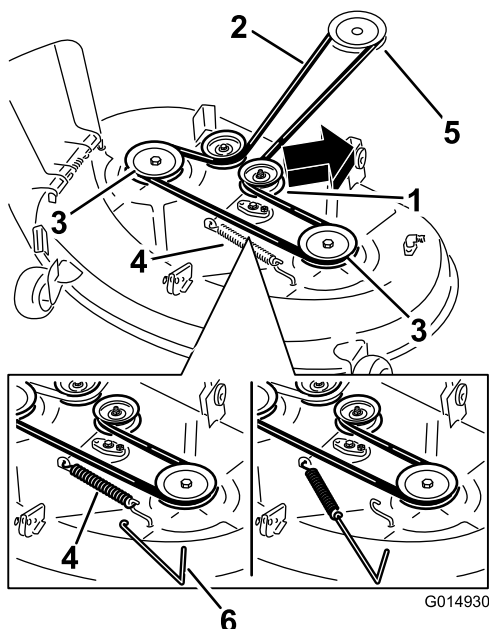
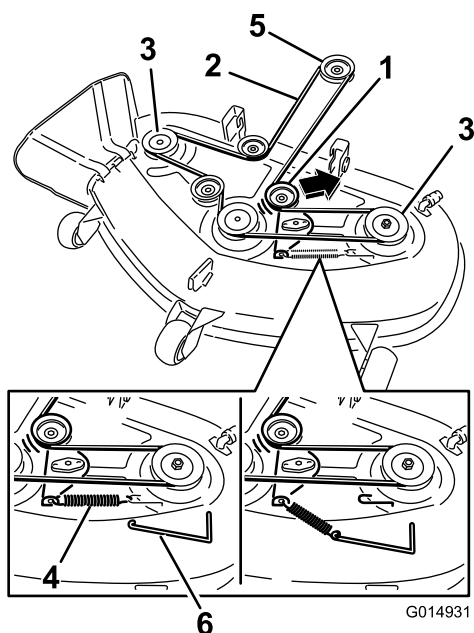

Figure 69
Figure 70
4. À l'aide d'un outil de dépose de ressort (réf. Toro 92-5771), décrochez le ressort du crochet sur le plateau pour éliminer la tension sur la poulie de tension et déchaussez la courroie des poulies (Figure 69 et Figure 70).
- À l'aide d'un outil de dépose de ressort (réf. Toro 92-5771), accrochez le ressort à l'ergot sur le plateau pour tendre la poulie de tension et la courroie de plateau de coupe (Figure 69 et Figure 70).
- Acheminez la courroie neuve autour des poulies du moteur et du plateau de coupe (Figure 70).